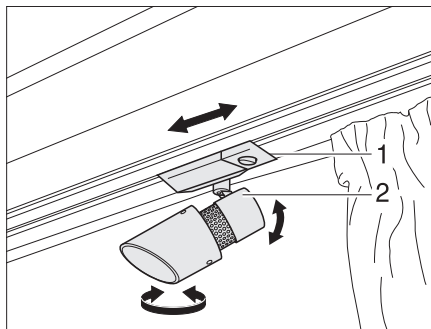

Fig. 44 Faretto
- Afferrare l'involucro (Fig. 44,2) e girarlo.
- Afferrare il supporto (Fig. 44,1).